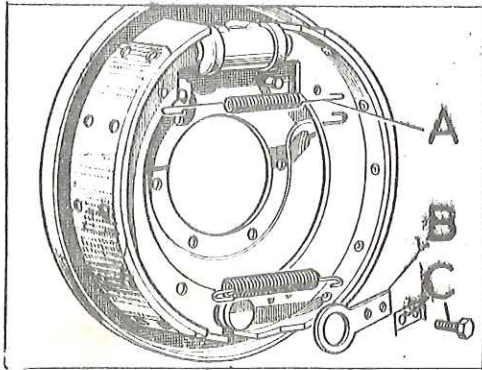

Fig. H-39 Elementos de fijación de las zapatas de freno
1.1. Aflojar el ajustador de la leva para eliminar la tensión del muelle A (Fig. H-39) de la zapata primaria, y extraer este muelle.